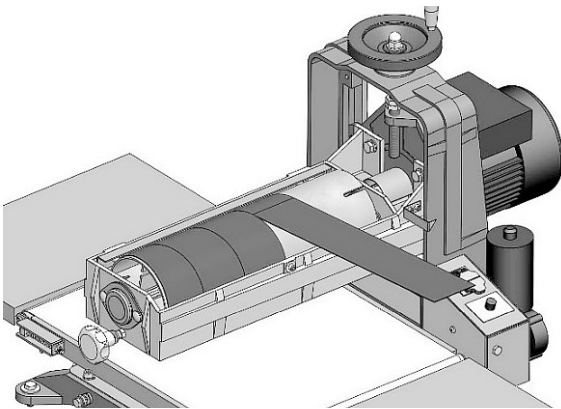

Fig. 23 : Enrouler la bande abrasive
5. Maintenez la bande abrasive à la main pour le tendre, et avec l'autre main, tournez le tambour dans le sens des aiguilles d'une montre, pour enrouler la bande (figure 23).